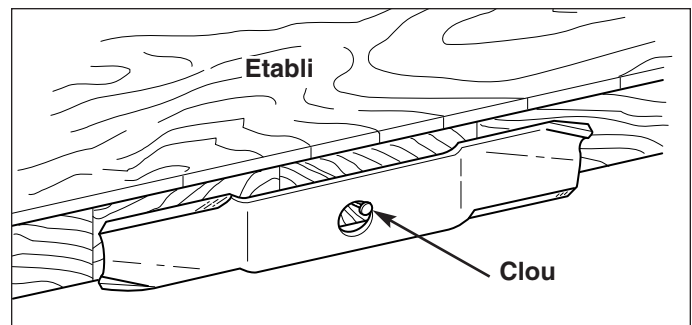

Figure 28. Equilibrage de la lame
5. Equilibrer la lame comme illustré à la Figure 28. Centrer le trou de la lame sur un clou lubrifié d'une goutte d'huile. Une lame équilibrée doit rester à l'horizontale.